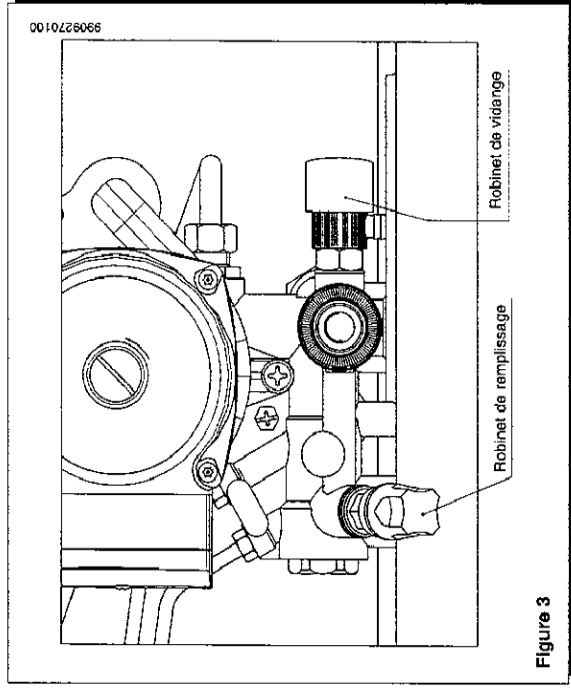

Figure 3
Important: Vérifiez périodiquement que la pression lue sur le manomètre (7) lorsque l'installation est froide soit de 0,5 - 1 bar. En cas de surpression, manoeuvrez le robinet de vidange de la chaudière. Si la pression est inférieure, manoeuvrez le robinet de remplissage de la chaudière (figure 3).